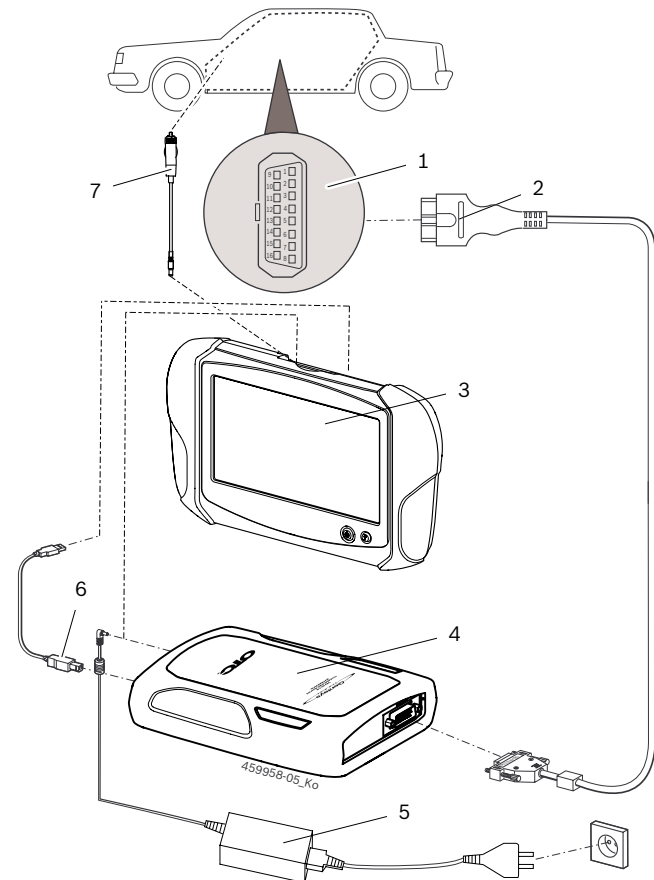

Fig. 6: Esquema de ligações D650
A conexão à interface de diagnóstico no veículo é feita através do cabo de diagnóstico OBD (fig. 6, pos. 2).